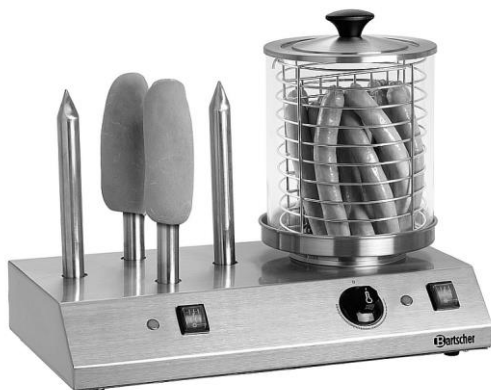

Fig. 3
6. Læg de tilberedte pølser i kurven (fig. 3).
3. Placer forsigtigt passende pølsebrød på brødvvarmerne (fig. 3).